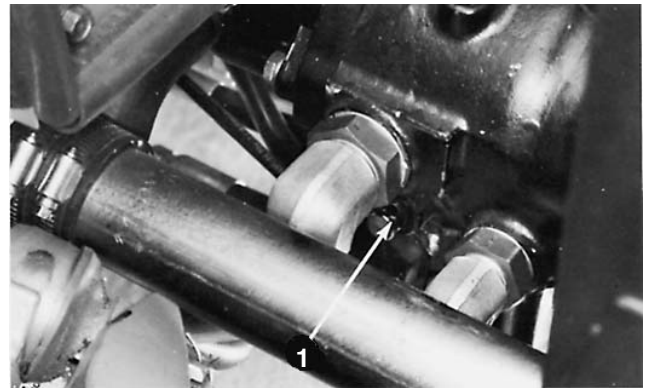

Bild 31
1. Das Sicherheitsventil befindet links von der variablen Hubpumpe (Bild 31). Drehen Sie das Ventil eine halbe oder ganze Umdrehung nach links, um es zu öffnen und Öl intern durch das Sicherheitsventil strömen zu lassen. Weil das Öl abgelenkt wird, lässt sich die Maschine ohne Schäden am Getriebe **langsam** bewegen.